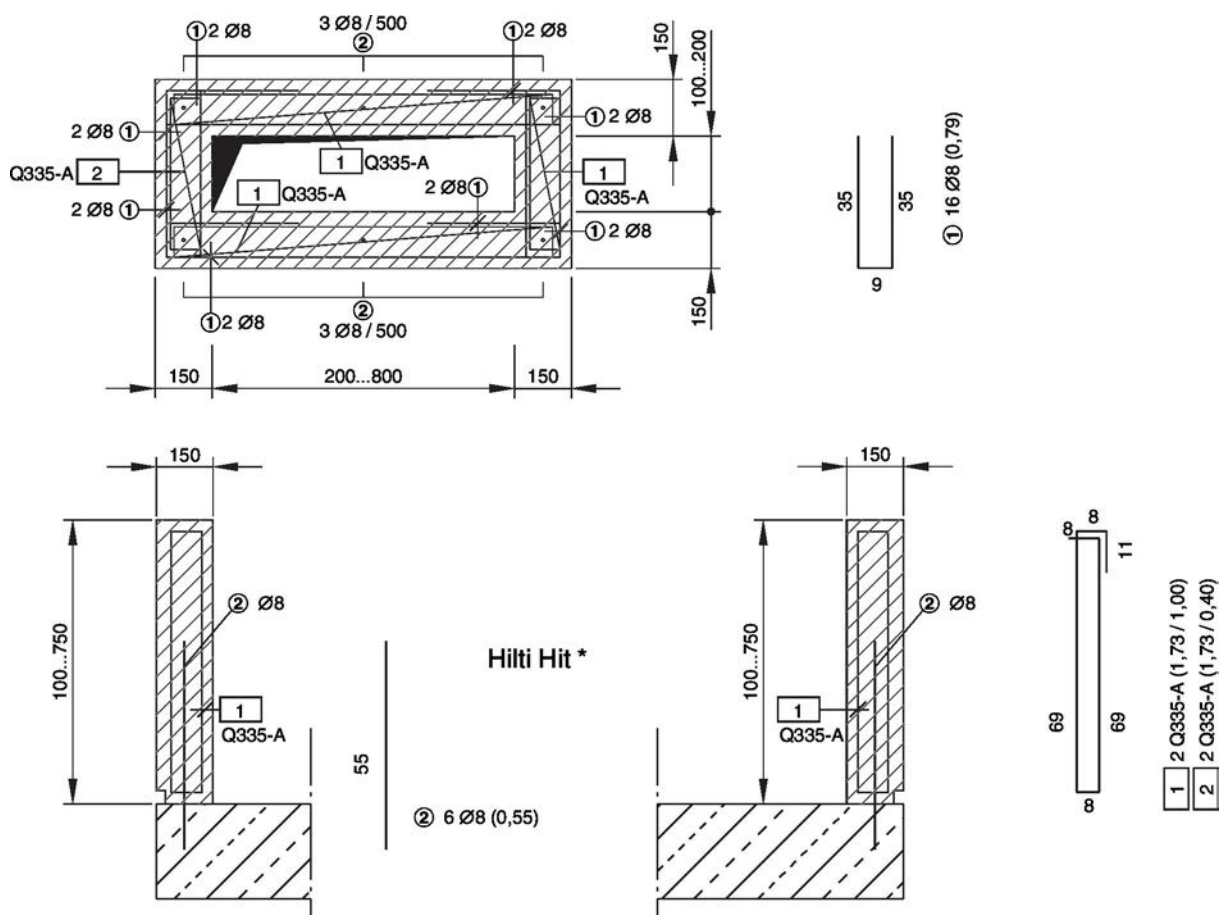

Fig. 24: Base en béton armé pour les hauteurs de 100 à 750 mm
2. ▶ Créer une base en ciment; pour l'armer (ou similaire, par ex. treillis acier), voir Voir la Fig. 24.